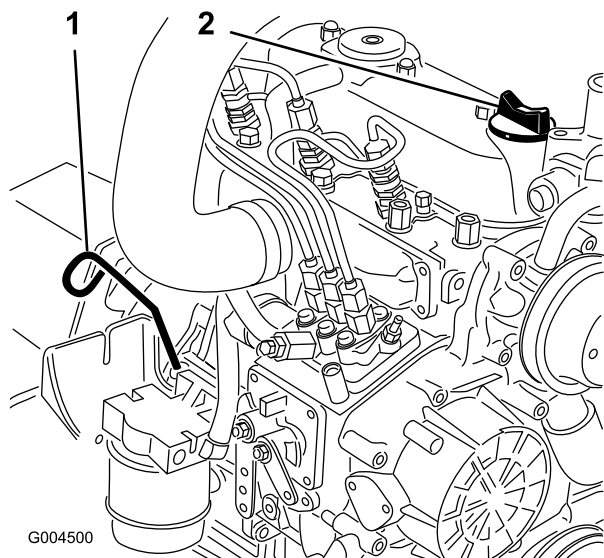

図 46
2. ディップスティック (図 46) を抜き取り、付いているオイルをウェスで拭きとってもう一度差し込む。引き抜いて油量を点検する。
3. 不足している場合は、キャップ (図 46) を取り、Full 位置までオイルを補給する。